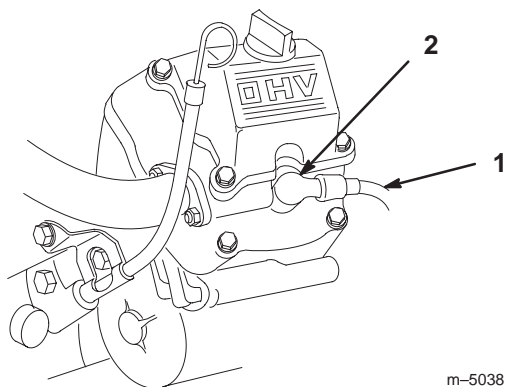

Figure 45
2. Nettoyez la surface autour des bougies pour éviter que des impuretés n'endommagent le moteur en tombant à l'intérieur. Débranchez les fils des bougies (Fig. 45).
3. Connectez les fils aux bougies (Fig. 45).